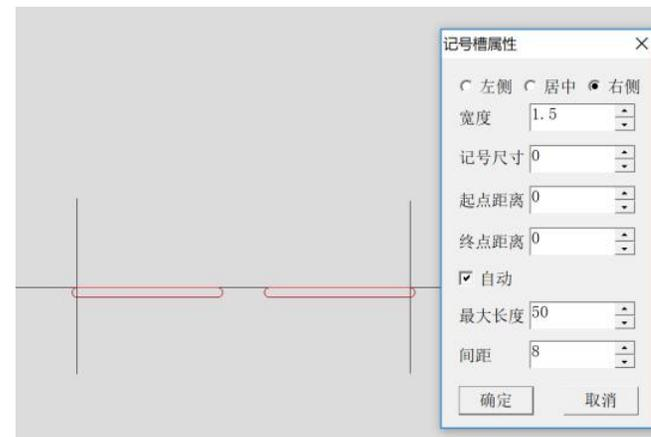

图 34.3
(2) 左键单击点一线一点，弹出【记号槽属性】对话框，输入所需记号槽的位置（左侧、居中、右侧）、宽度、起点距离和终点距离、槽线的最大长度和间距段线即可生成自动记号槽（如图 34.3）；